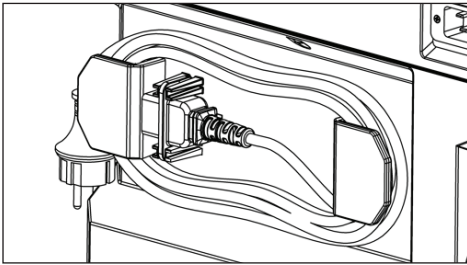

Fig. 6: Oppbevaringsposisjon for kabelen
- ▶ Oppbevar kabelen i oppbevaringsposisjon (fig. 6). Fest støpselet med den medfølgende kabelklemmen.